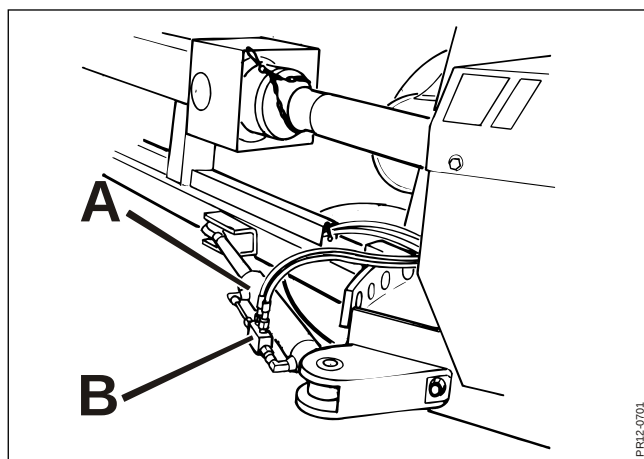

Fig. 3-10
- Fig. 3-10** La machine peut être équipée avec un système **A** pour régler hydrauliquement la barre d'attelage.